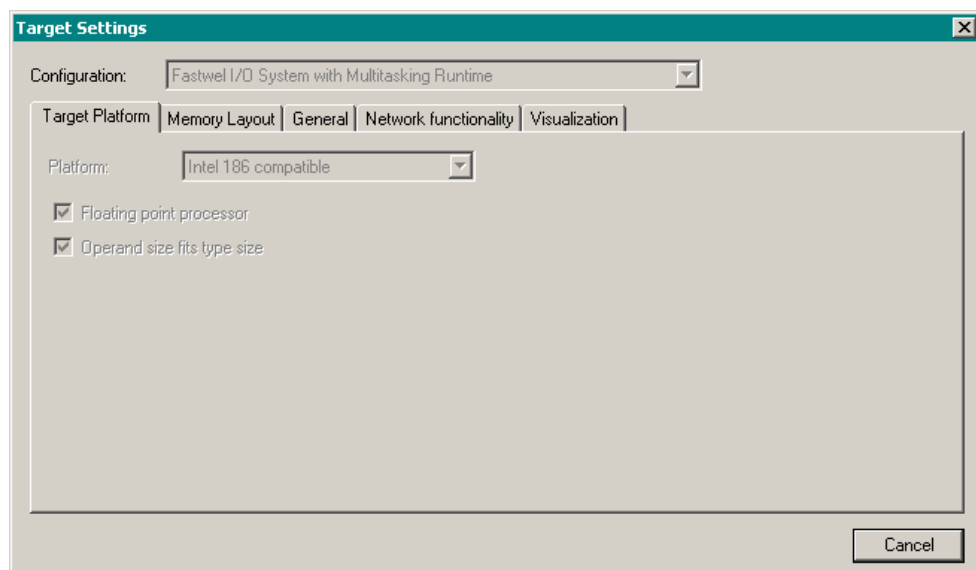

Рис. 5. Диалоговая панель Target Settings после выбора платформы Fastwel I/O System
2. Выберите команду **New** в меню **File**. В появившейся диалоговой панели **Target Settings** (Параметры платформы) в выпадающем списке **Configuration** выберите опцию *Fastwel I/O System with Multitasking Runtime*. Внешний вид диалоговой панели **Target Settings** примет вид, показанный на рис. 5.